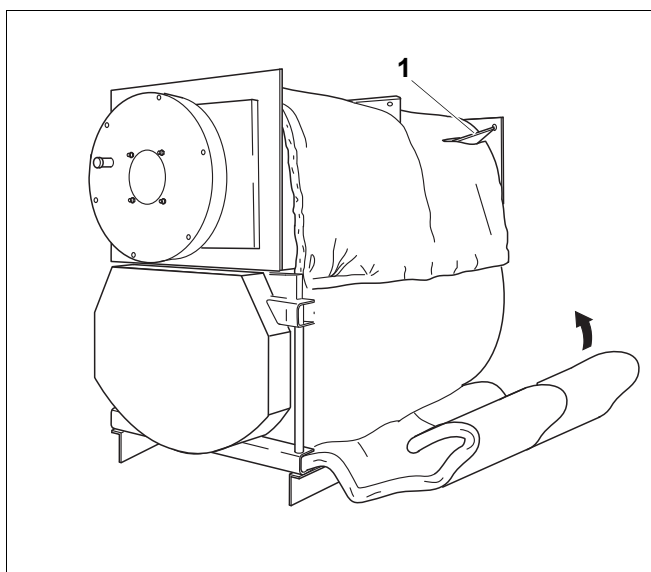

Рис. 5 Теплоизоляция
- Протяните теплоизоляционные маты под котлом (рис. 5).